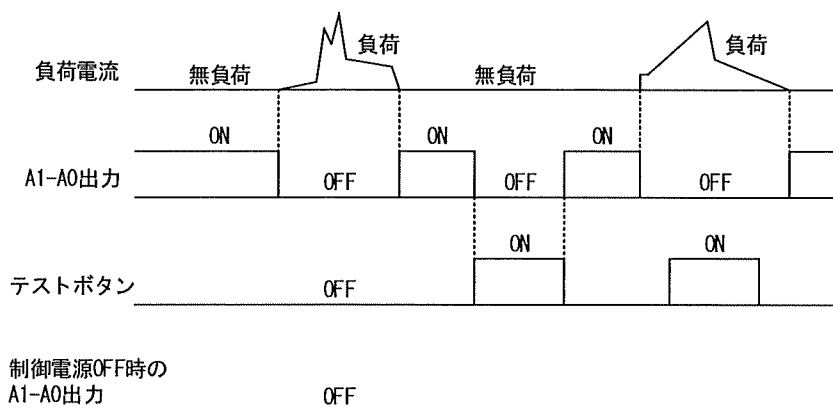

図 1. 動作経緯図
付図 1	無負荷検出装置 接続図
- (2) 変成器とリレー部の接続は「付図1 無負荷検出装置 接続図」の通りに行ってください。例えば、K1 と K2 あるいは B+ と B- が逆に接続されますと正常に動作しません。
- (3) テスト用の押釦スイッチ（テスト釦）をご用意下さい。押釦スイッチの接点容量は DC50V/0.5A 以上のものをご使用ください。
- (4) CT（ケース）～ 充電部（DC1500V）の絶縁距離は、屋外において 70mm、屋内において 40mm となっております。
付図 1 無負荷検出装置 接続図